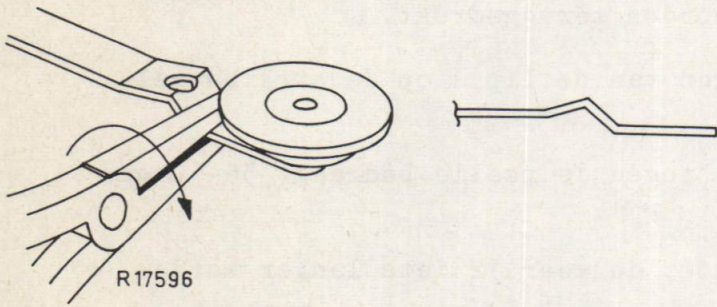

Fig.6
9. In de in-stand van het apparaat moet de veerdruk tegen de schakelhefboom 35 liggen tussen 300 en 350 gr. Dit moet gemeten worden in de buiging van de arretveer 32 volgens fig. 6.